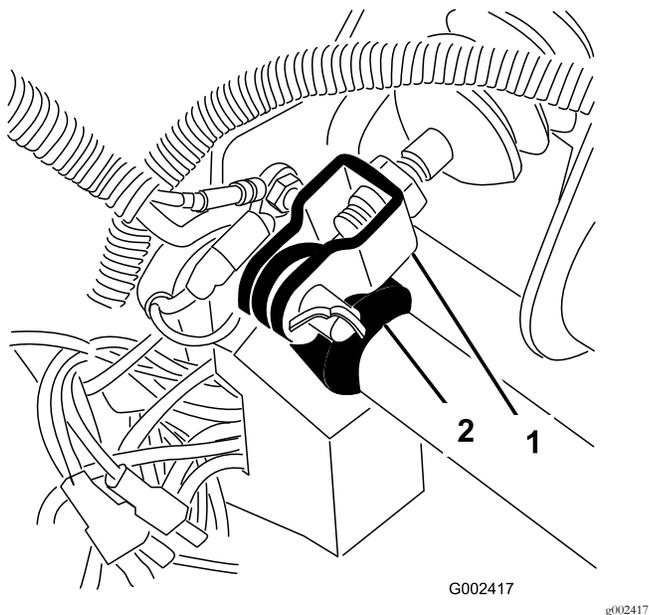

图65
1. 取下将主汽缸轭固定到刹车踏板枢轴上的开口销和柱销 图65。